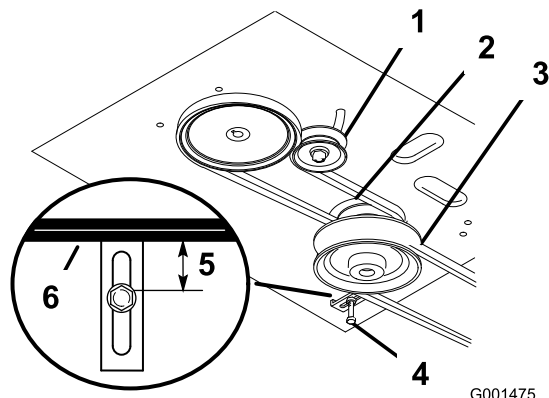

Figure 41
4. Enlevez la courroie du tablier de coupe (Figure 41).
5. Desserrez le boulon de pivot jusqu'à ce que la poulie de tension puisse coulisser dans la fente et déposez la courroie de transmission du moteur et des poulies d'entraînement (Figure 41).
6. Montez la courroie d'entraînement neuve sur les poulies de moteur et d'entraînement (Figure 41).
7. Insérez la poulie de tension dans le bâti du moteur pour tendre la courroie de transmission (Figure 41).
8. Installez la courroie du tablier de coupe (Figure 41).
9. Vérifiez que le guide de courroie sous le bâti du moteur est réglé correctement (Figure 41).
13. Vérifiez que le guide de courroie sous le bâti du moteur est réglé correctement (Figure 41).